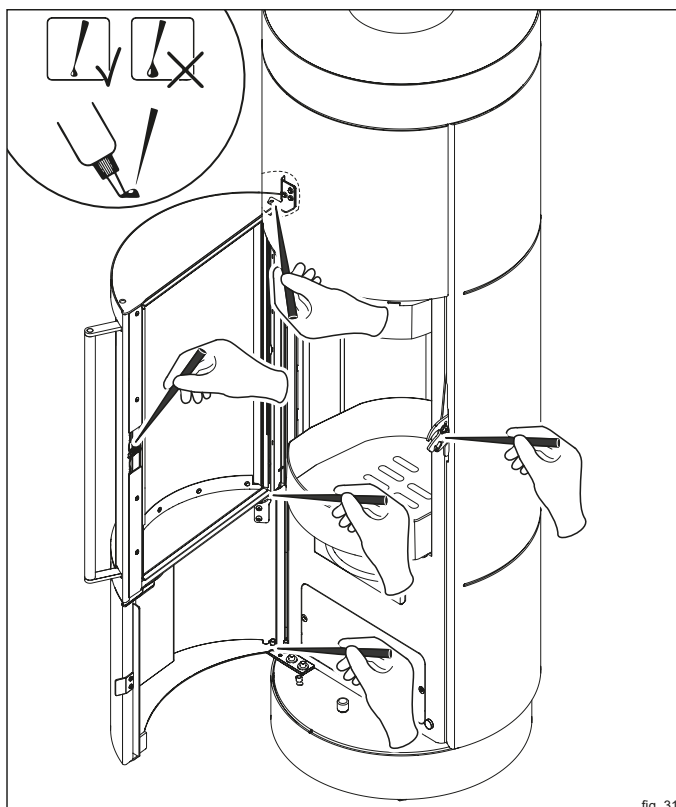

fig. 31
- Lubrificare i punti con il grasso speciale contenuto nella Startbox (fig. 31).